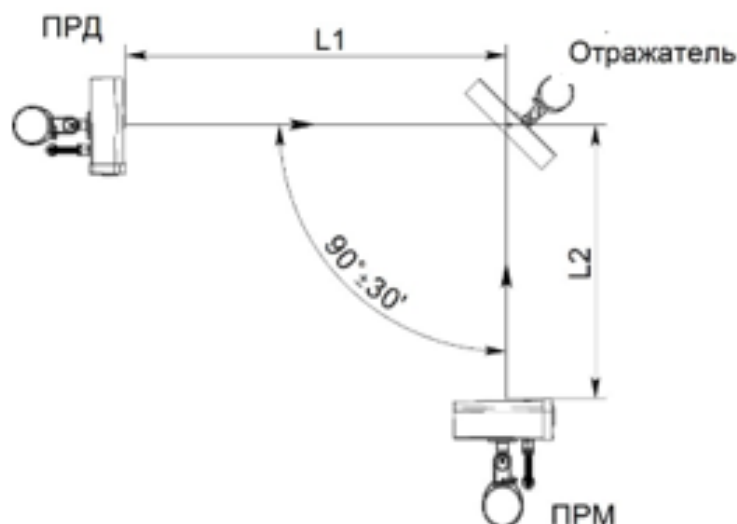

Рисунок 29 – Установка извещателей с применением отражателя
2.3.11.2 При работе извещателей с «Отражателем-МЛ» (рисунок 29) суммарная длина ЗО ( $L1+L2$ , где  $L1$  – расстояние между блоком ПРД и отражателем,  $L2$  – расстояние между отражателем и блоком ПРМ) не должна превышать: